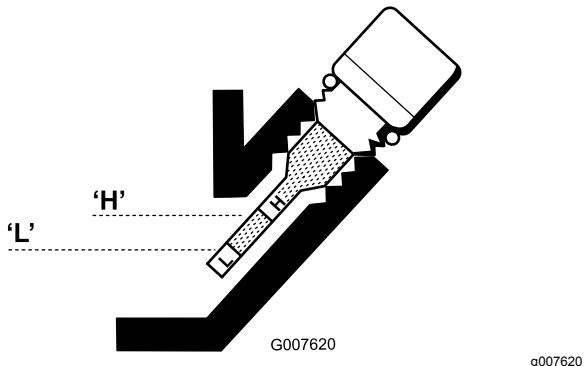

Figura 35
- Se il livello è basso, aggiungete solo l'olio sufficiente ad alzare il livello fino a quando non è compreso tra i segni "H" (alto) e "L" (basso) sull'asta di livello (Figura 35). Controllate il livello dell'olio.